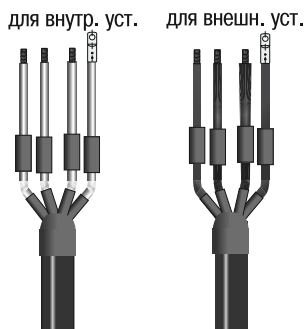

Рисунок 4
4.8 Надеть на жилы трубки изоляции наконечников (рисунок 4).